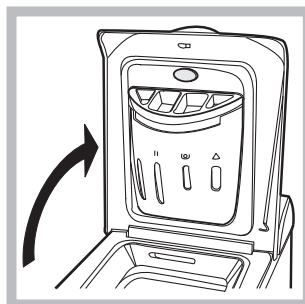

Fig. 1
3. Удалите четыре предохранительных болта и резиновые пробки с прокладками, расположенные в задней части стиральной машины (рис. 1).